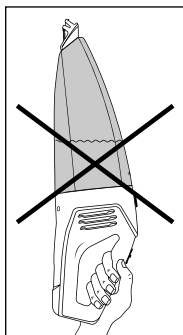

Fig. 4
- ▶ Si vous portez l'appareil à l'horizontale ou avec l'embout pour aspiration de liquides ❶ pointant vers le haut, une fuite de liquide peut se produire (voir fig. 4 et 5):